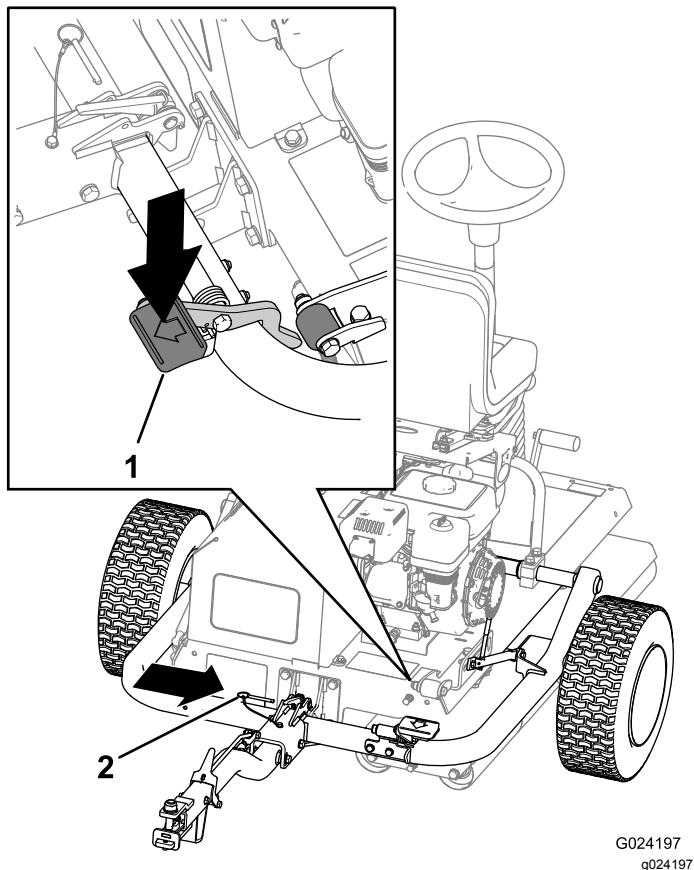

Figura 27
- C. Pise el pedal de cierre de la barra de tracción hasta que la barra de tracción se bloquee en su sitio (Figura 27).
- D. Introduzca el pasador de bloqueo (Figura 27).